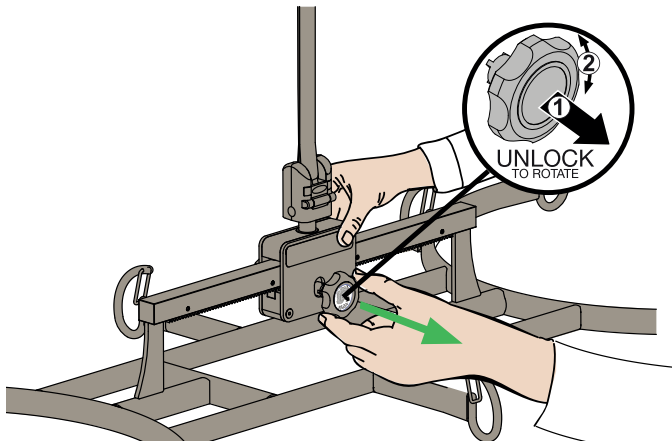

Fig. 16
1. Para ajustar el bastidor, tire de los botones hacia afuera o empújelos hacia adentro. Vea la fig. 16.